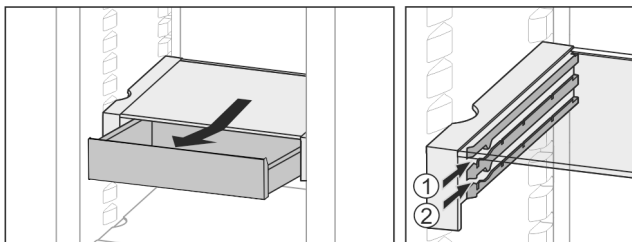

Fig. 21
- L'insérer à n'importe quelle hauteur Fig. 21 (1) ou Fig. 21 (2).